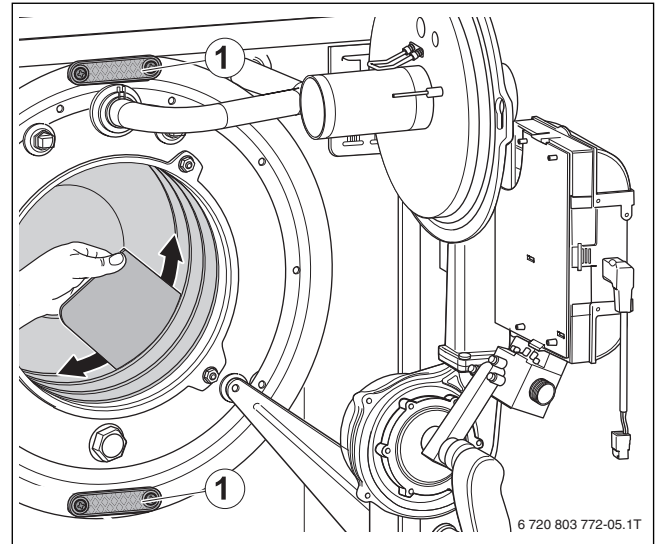
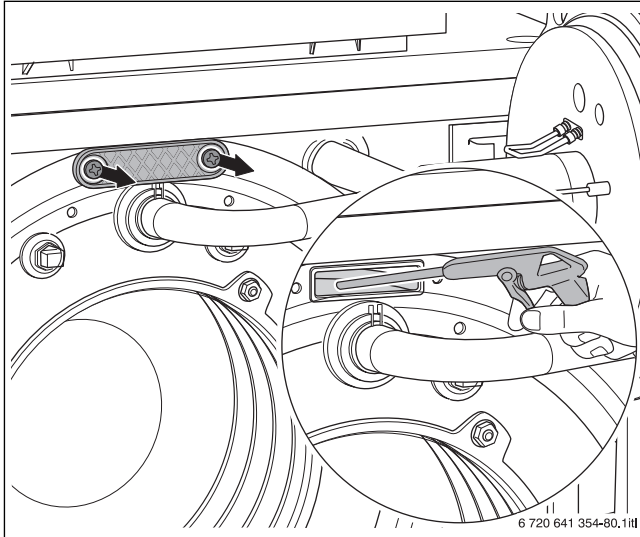

Bild 61 Heizgasspalte mit Reinigungsspachtel reinigen
Bild 62 Wärmetauscher mit Sprühlanze reinigen
- Reinigungsdeckel (→ Bild 61, [1] und Bild 62) abnehmen.
- Lose Partikel mit Wasser (z. B. Sprühlanze) aus Feuerraum und Abgasmantel spülen (→ Bild 62).
- Heizgasspalte mit Reinigungsspachtel reinigen (→ Bild 61).